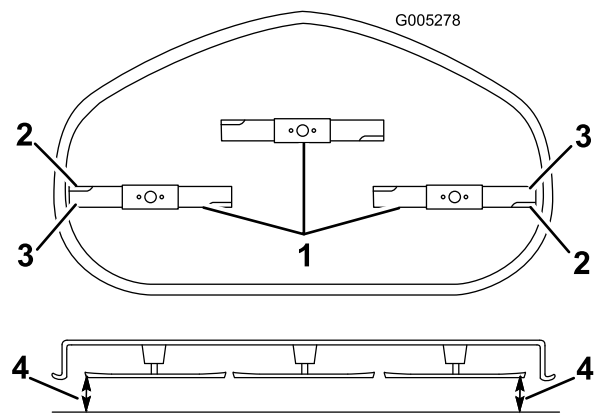

Figura 51
4. Gire cuidadosamente las cuchillas hasta que estén todas orientadas lateralmente (Figura 51).
5. Mida entre los bordes de corte exteriores y la superficie plana (Figura 51). Si hay una diferencia de más de 5 mm entre ambas dimensiones, se requiere un ajuste; siga con este procedimiento.